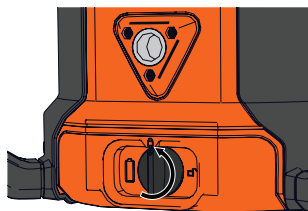

Figure 10
9. Enfoncer et tourner le bouton de verrouillage de piles dans le sens antihoraire vers la position de verrouillage  pour verrouiller le couvercle de piles. (Figure 10)